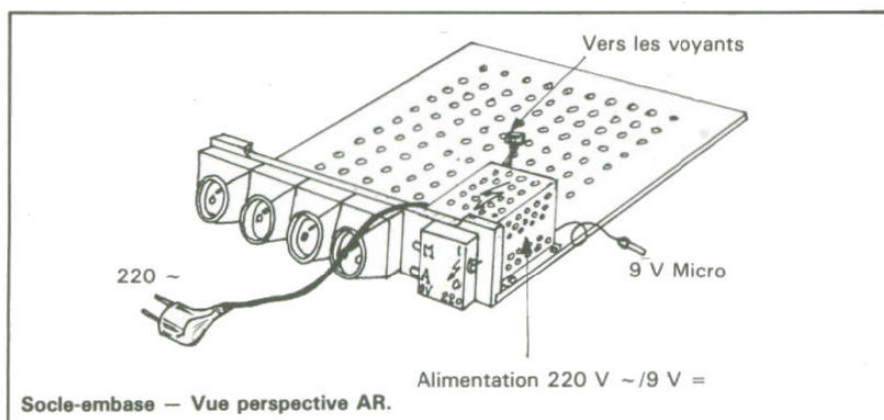

Figure 3
• Socle-embase (figure 3). Il est composé :